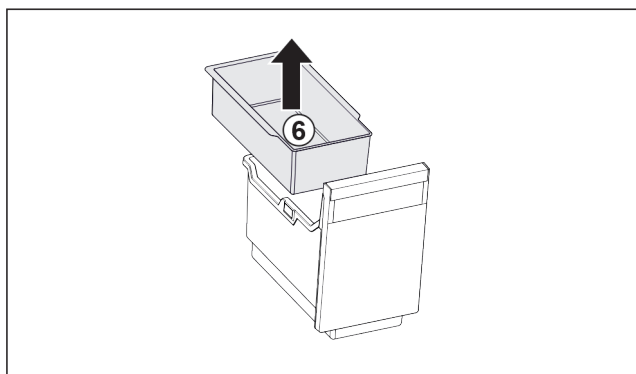

Fig. 192
- ▶ Izņemiet iekabināmo plauktu Fig. 192 (6).